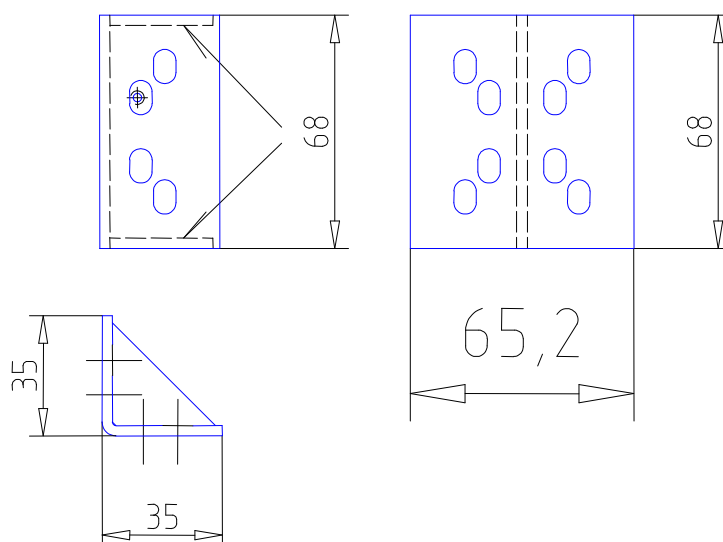

Рисунок 3.7 – Батарейный стеллаж Штиль MBS-03. Опора (переходник для вертикального масштабирования стеллажей)
4.1 Закрепить винтами М6\*16 опоры (рисунок 3.7) на стойках изделия (рисунки 3.4, 3.5).